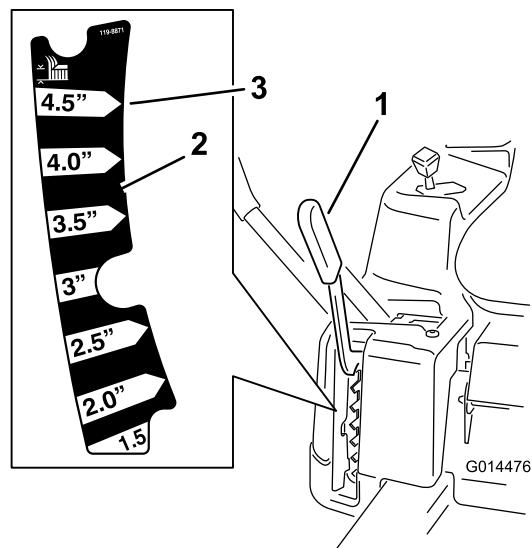

**Figura 19**
- Para ir hacia atrás, mire hacia atrás y hacia abajo, y tire hacia atrás lentamente de las palancas de control de movimiento (Figura 19).
Para ir en línea recta, aplique la misma presión a ambas palancas de control de movimiento (Figura 19).